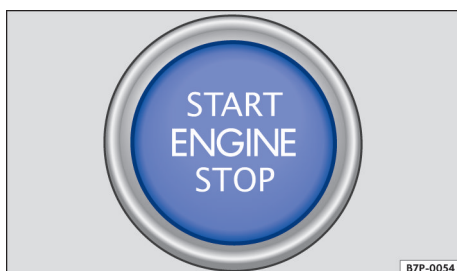

图 90 无钥匙系统 Kessy：中控台下部分中的启动按钮。
3.	按压启动按钮→图 90 - 请勿踩下油门踏板。为了启动发动机，车内必须有一把有效的遥控钥匙。
5.	短促按下启动按钮 → 图 90。如果无法停下发动机，则应执行应急关闭。